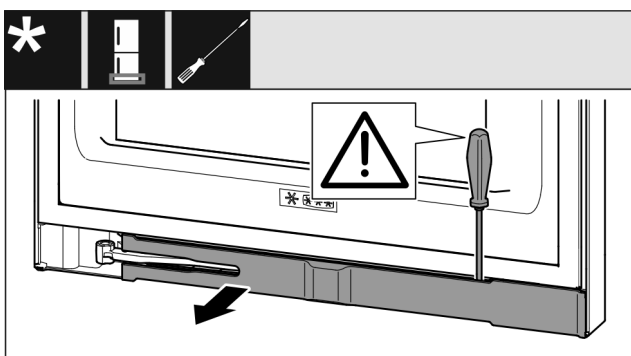

Fig. 13
- Paneel met de sleufschroevendraaier losmaken en naar de zijkant draaien. Fig. 13 ()